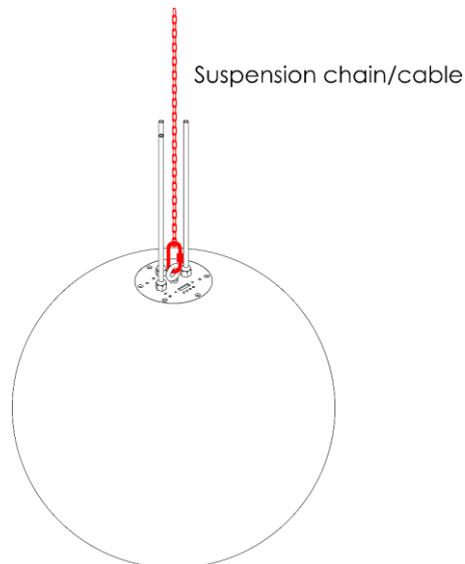

Fig. 05
Utilice una cadena o cable de suspensión apropiado para colgar el dispositivo. Asegúrese de que el cable o la cadena de suspensión puedan soportar 10 veces el peso de la unidad Illumisphere 50. Sujete la cadena o el cable de suspensión a la **anilla para el cable de suspensión (08)**, véase la Fig. 05.